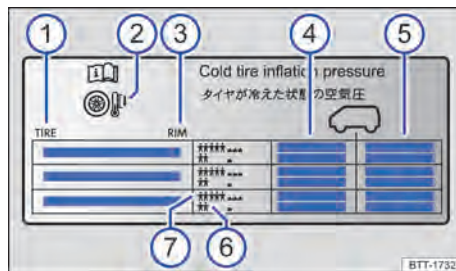

Abb. 211 Angaben auf dem Reifendruckschild.
- Reifendruck immer dem Beladungsstatus anpassen → Abb. 211.